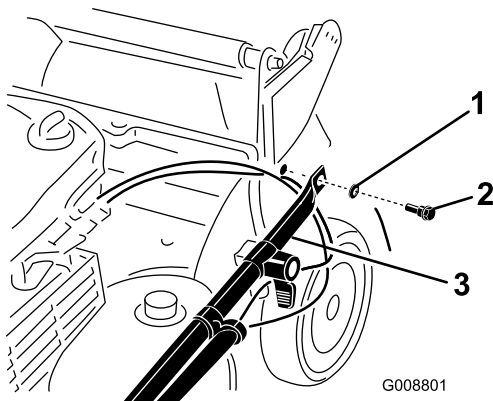

Figure 3
2. Fixez les extrémités du guidon au carter de tondeuse avec 2 rondelles et 2 boulons (Figure 3), **mais ne serrez pas les boulons.**
Important: Faites passer les câbles *sous* le guidon (Figure 3).